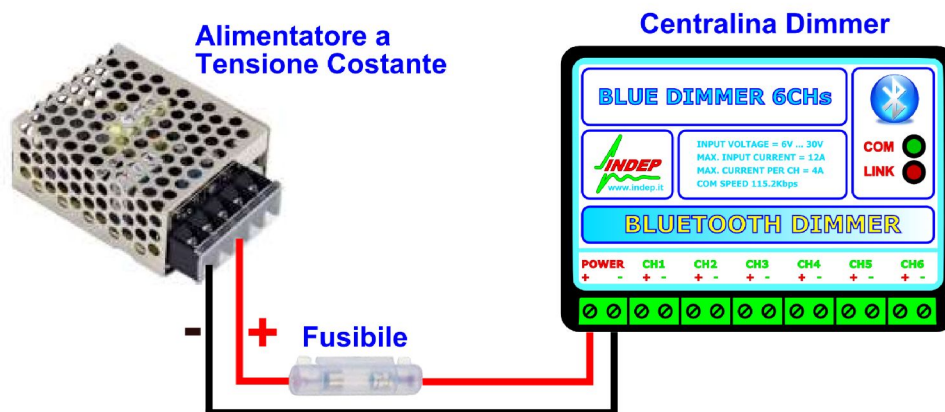

Figura 1. Schema di alimentazione.
4. E' importante inserire un fusibile di protezione in serie al cavo di alimentazione, fra l'alimentatore e il morsetto di ingresso alla centralina BLUE DIMMER: figura 1.